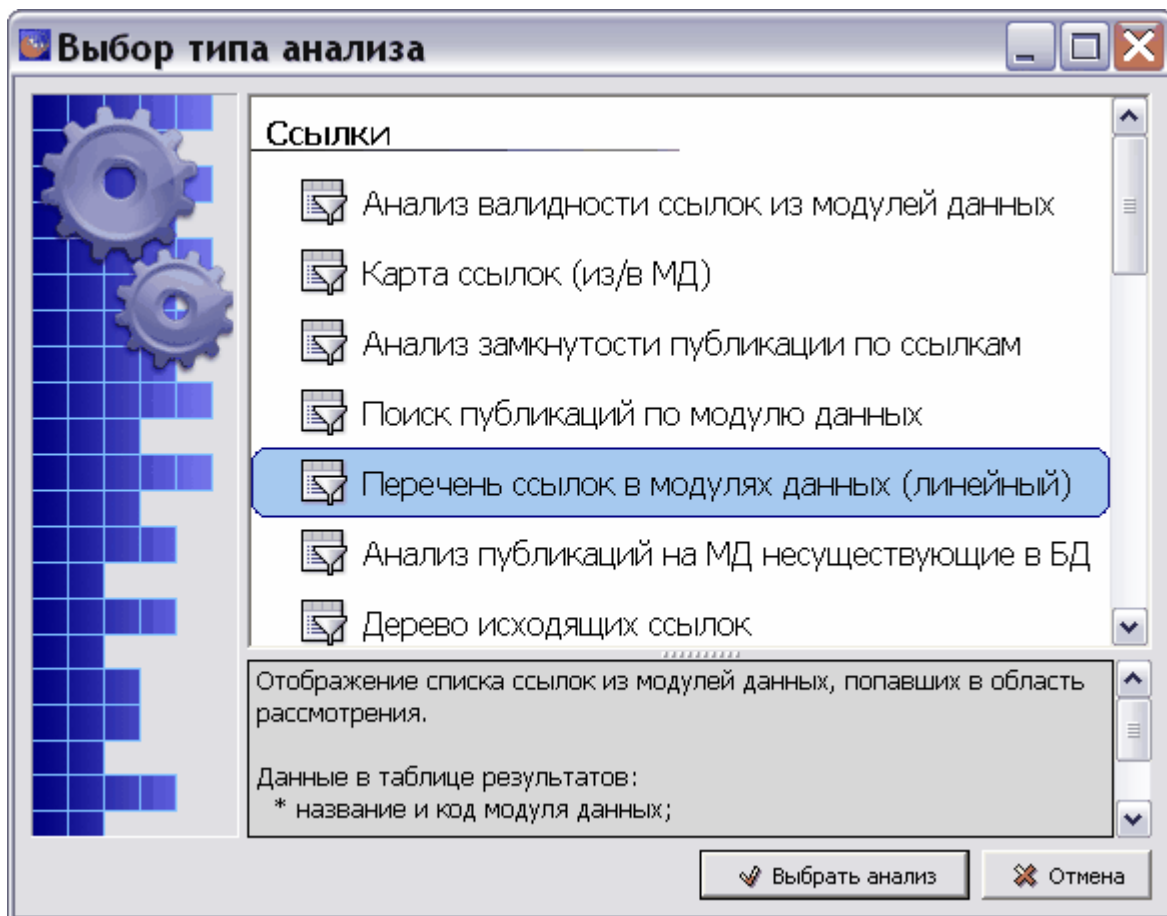

Рис. 8.150
1. В окне **Выбор типа анализа** выберите тип анализа «Перечень ссылок в модулях данных (линейный)» (Рис. 8.150).